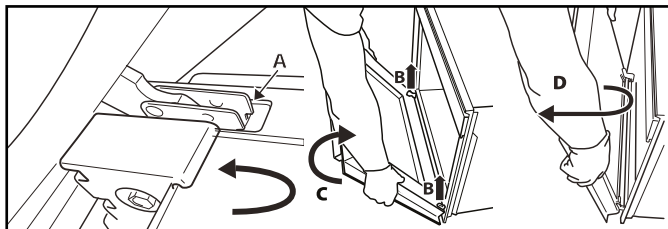

Рис. 2
3. Закройте дверцу до упора (А), поднимите (В) и поверните ее (С) так, чтобы она вышла из креплений (D) (Рис. 2).